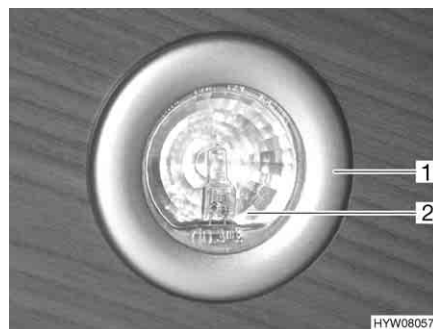

Fig. 185 Lampada alogena a incasso
- Sollevare e rimuovere la lampada (Fig. 185,1) con un attrezzo adatto (p. es. un cacciavite).
- Rimuovere la copertura di vetro (Fig. 185,2).